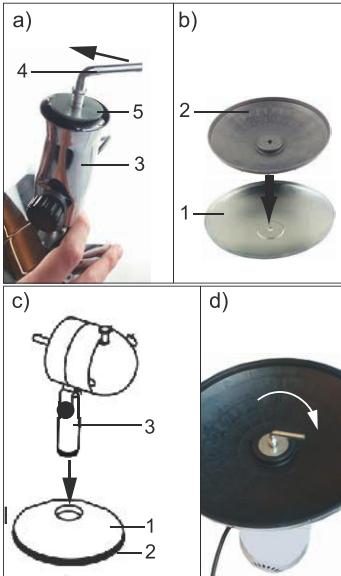

Fig.1: Montage Basis
1. Lösen Sie die L-Fixierschraube (4) vom Sockel.
2. Schrauben Sie sie gegen den Uhrzeigersinn ab. Abb. 1 a).
3. Ziehen Sie die Unterlegscheibe (5) vom Sockel (3) ab.
4. Lege Sie den Einsatz wie in Abb. 1 b) gezeigt in die Basis (1).
5. Setzen Sie den Sockel auf die Basis. Abb. 1 c).